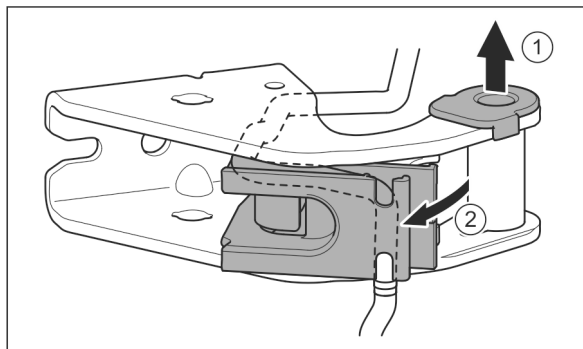

Fig. 24
- ▶ 将轴衬从导向装置拉出。 Fig. 24 (1)
- ▶ 旋出电缆支架。 Fig. 24 (2)